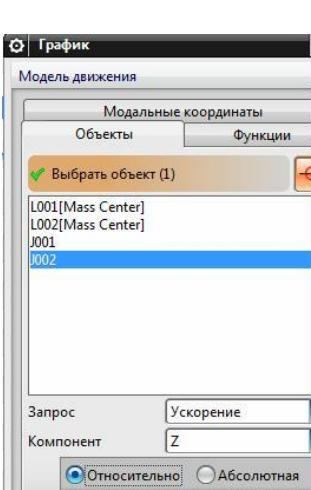
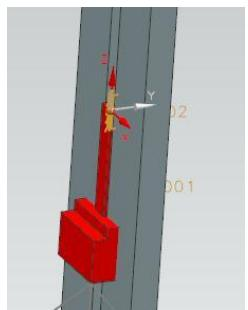

Рис.15
рис.17
- При построении графиков, в том же диалоговом окне (рис.15), кроме графиков для *центров тяжести* отдельных деталей, система предлагает построить графики и для *кинематических связей*! В частности, если вы захотите построить график для кинематической связи J002 (Ползун, рис.15), то это будет график перемещения, скорости или ускорения *точки* начала локальной СК этого Ползуна! На рис. 17 эта точка (начала локальной СК Ползуна) помечена разноцветными стрелочками. В своё время мы определили эту точку, когда задавали точку привязки кинематической связи типа *Ползун*.
- В этом случае, при построении графика какой-либо кинематической связи, система уже предлагает выбор: относительно какой СК – *относительной* или *абсолютной* выполнить построение? (рис.15).
Как уже говорилось, начало локальной СК связи *Ползун* показано на рис. 17. Так вот, координаты этой точки по оси Z в исходном состоянии действительно – 454 мм (рис.19).